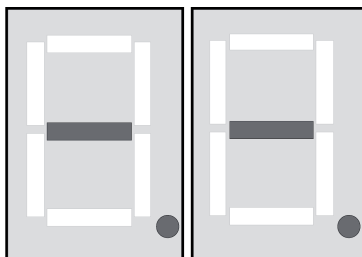

Figura 9: Indicatore "- -" - cancellazione di un trasmettitore radio
- Premere il tasto **Enter** (9) per circa 3 secondi.
L'indicatore (13) segnala „-“ (figura 9). Il trasmettitore radio viene cancellato dalla memoria per questo canale radio.